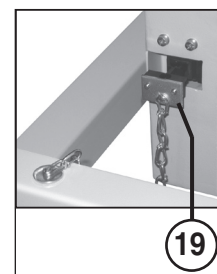

Fig. 3
- 19 = Pieza de bloque del interruptor de fin de carrera (fig. 3)